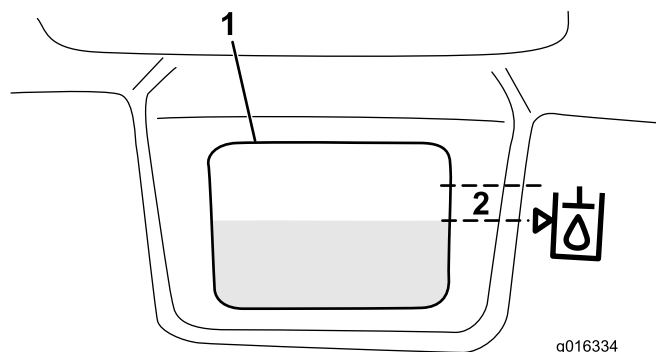

Рисунок 31
- Медленно заливайте в бак соответствующую гидравлическую жидкость, пока ее уровень не будет находиться напротив стрелки (или в пределах расстояния 6мм от нее) указателя рядом с белым окном на передней стороне бака (Рисунок 31). Не допускайте переполнения.